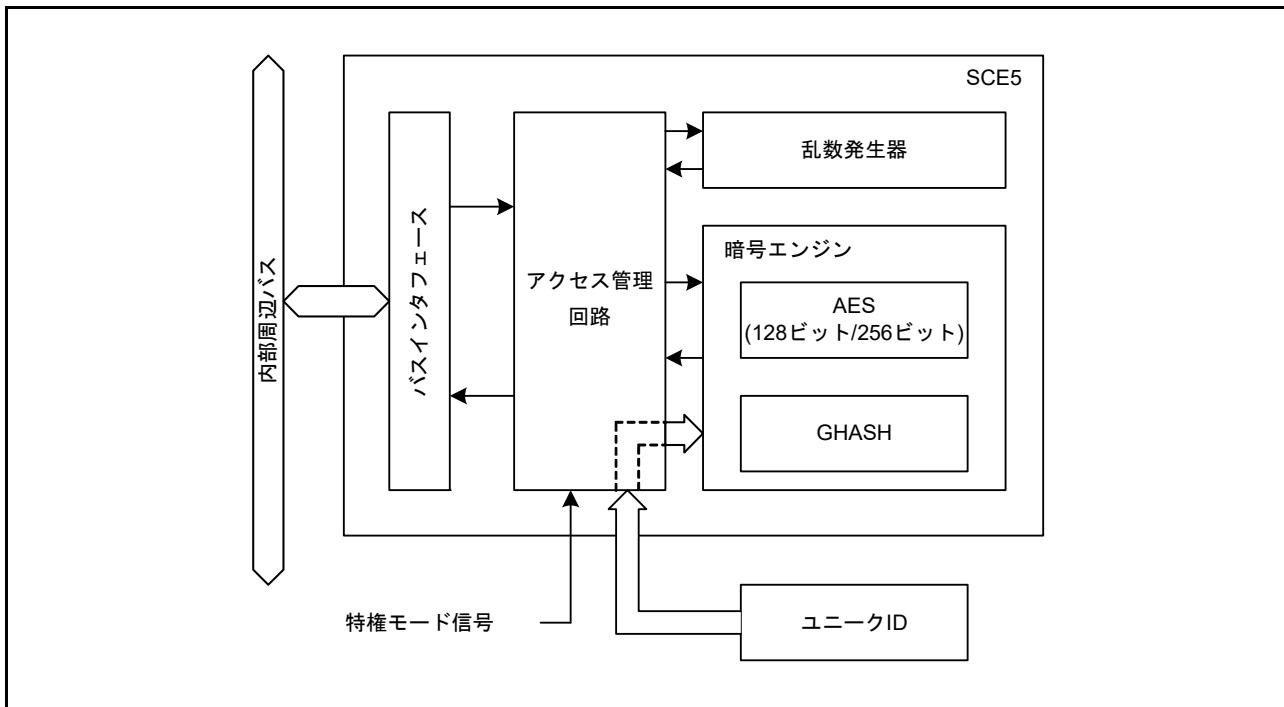

図 45.1 SCE5 ブロック図
**表 45.1** に SCE5 の仕様を、**図 45.1** にブロック図を示します。